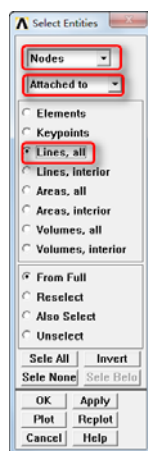

图 7-87 “Select Entities”对话框
一个下拉框中选择“Nodes”，在第二个下拉框中选择“Attached to”，在第三个单选框中选择“Lines, all”，如图 7-87 所示，单击“OK”按钮关闭该对话框。
⑦依次选择 Utility Menu→Select→Entities，会弹出“Select Entities”对话框。在第一个下拉框中选择“Nodes”，在第二个下拉框中选择“Attached to”，在第三个单选框中选择“Lines, all”，如图 7-87 所示，单击“OK”按钮关闭该对话框。
⑧依次选择 Main Menu→Preprocessor→Meshing→Size Cntrls→ManualSize→Lines→Picked Lines，会弹出“Element Size on ...”对话框，单击“Pick All”按钮，会弹出